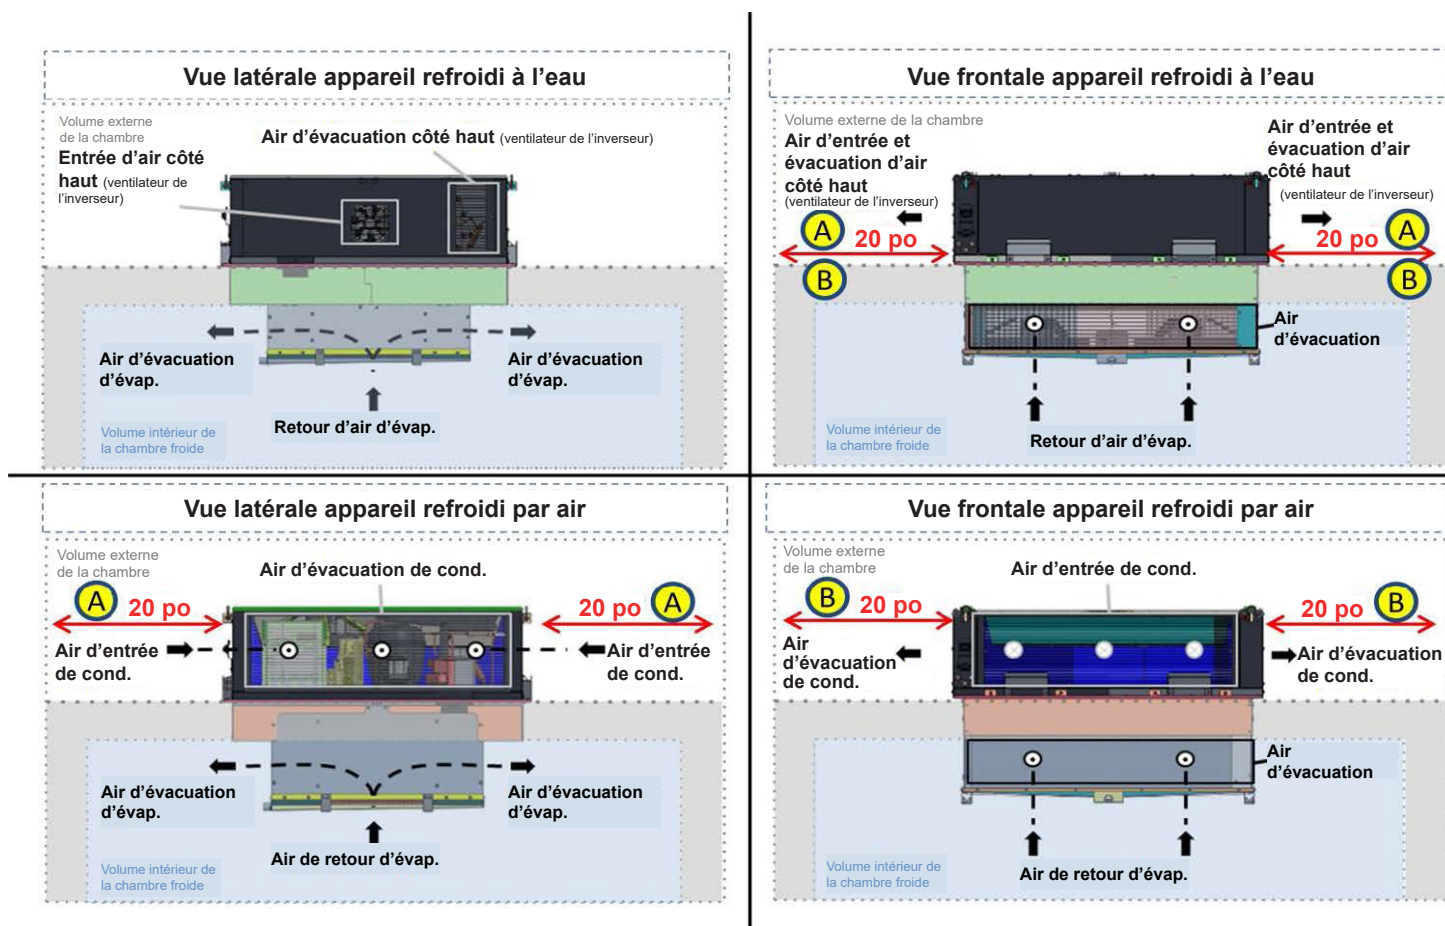

Figure 5 – Schémas de flux d'air
- La distance minimum entre le côté entrée du condenseur et tout mur ou toute obstruction est de 51 cm (20 po); Voir « A » dans la Figure 5.
- L'espace minimum entre le côté sortie du condenseur et tout mur ou toute obstruction est de 51 cm (20 po); Voir « B » dans la Figure 5.